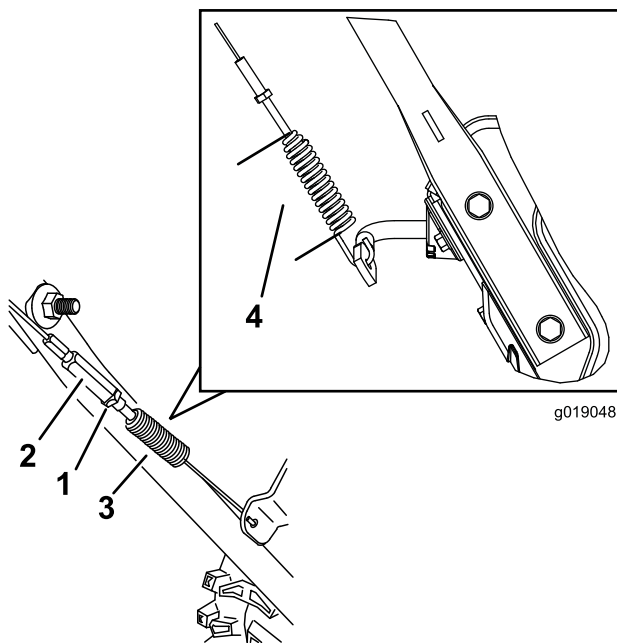

Figure 38
3. Desserrez ou serrez le tendeur afin de régler la longueur du ressort à 5,5 cm (2,18 pouces) (Figure 38).
4. Serrez le contre-écrou (Figure 38) en vérifiant que le câble est légèrement tendu.